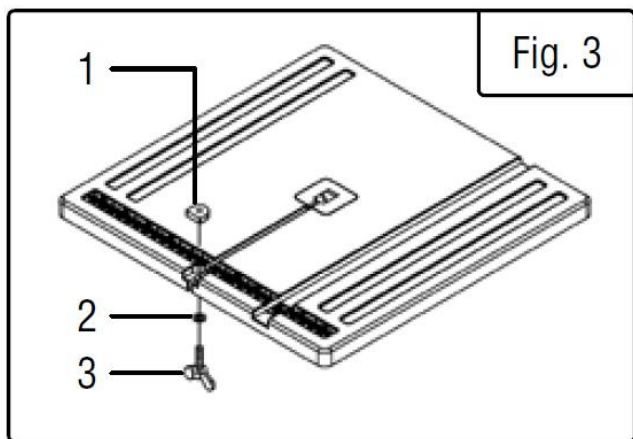

Рис. 3
2. Снимите гайку (Рис. 3-1), шайбу (Рис. 3 - 2) и барашковый винт (Рис. 3 - 3) со стола станка (Рис. 3).